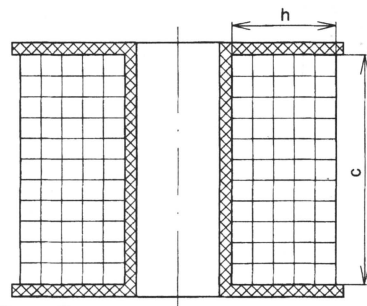

Рис. 2
10. Проверяют заполнение окна магнитопровода. Суть этого заключается в уточнении — поместятся ли все обмотки на каркасе катушки (рис. 2). Вначале рассчитывают число витков одного слоя на ширину заполнения каркаса: $w_c = (0,9 \dots 0,95)c/d_{\text{пр. из}}$, где $d_{\text{пр. из}}$ — диаметр провода в изоляции (мм). Далее определяют число